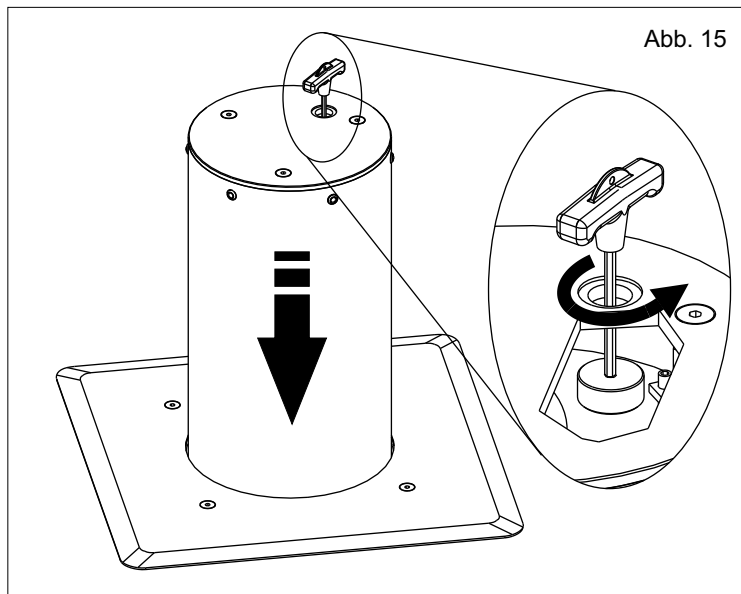

Abb. 15
**9.2.** Den gleichen Schlüssel in die Öffnung der Entriegelung stecken und schrauben (gegen den Uhrzeigersinn drehen) bis der Poller beginnt sanft herunterzugleiten (Abb. 15).